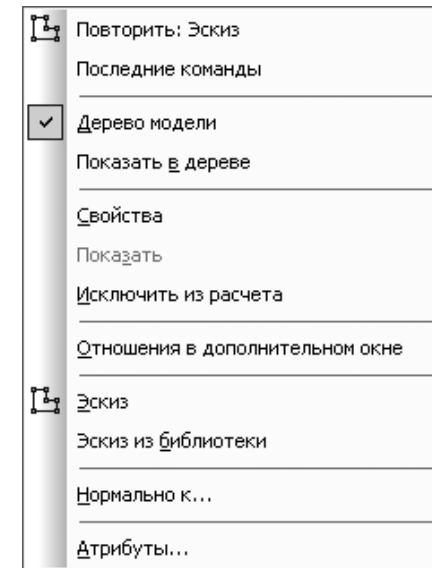

Рис. 8.27. Контекстное меню окна детали с выделенной плоскостью построения эскиза
- щелкните правой кнопкой мыши в окне детали. Появится контекстное меню. Переместите указатель мыши на пункт **Нормально к...**. Это состояние показано на рис. 8.27.